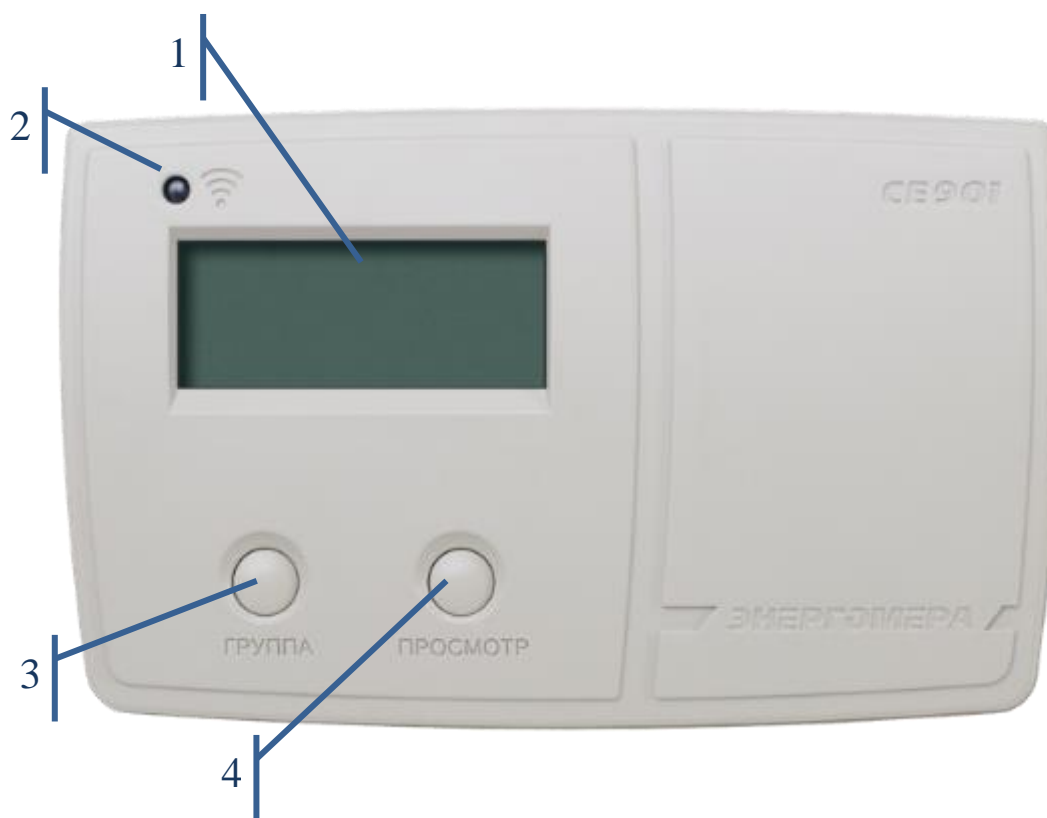

Рисунок 9 – Внешний вид устройства считывания счетчиков СЕ901 (внешнего дисплея).
3.8.3.5 Внешний вид индикаторного устройства СЕ901(для счетчиков наружной установки) (см. рисунок 9):
На лицевой панели внешний дисплей СЕ901 (для счетчиков наружной установки) расположены (см. рисунок 9):